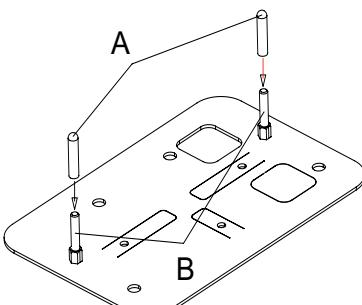

Fig. 4B
- 2) Introduzca las tapas de goma (ref. A) en los tornillos M8x50 (ref. B) recién colocados en la placa (Fig. 4B). Estas tapas son imprescindibles y sirven para evitar que el hormigón fragüe sobre los tornillos impidiendo soltarlos en un futuro.